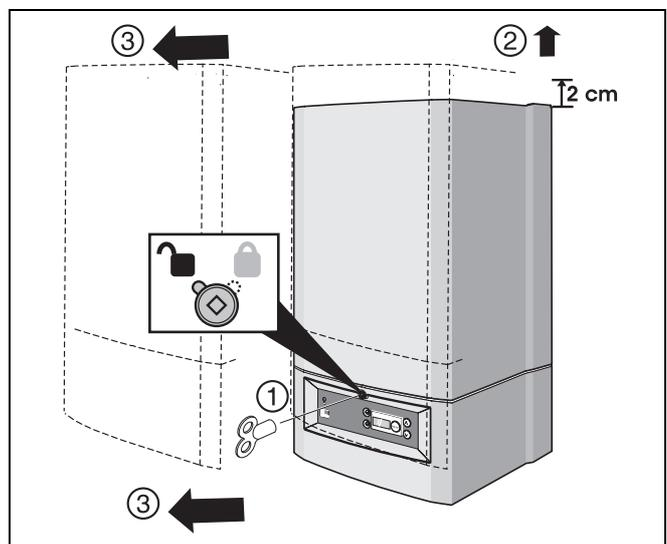

Fig. 19 Togliere il rivestimento
- Allentare le vite di sicurezza con la chiave di sfianto per radiatori e rimuovere il rivestimento (fig. 19).